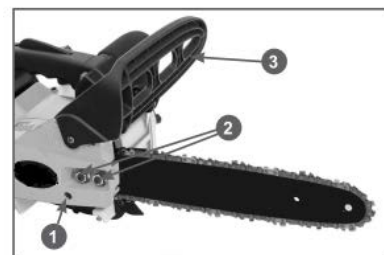

Рис. 2 Установка шины
1. Перед установкой шины и цепи убедитесь в том, что тормоз цепи разблокирован, не тормозит барабан сцепления. Для этого рукоятку тормоза 3 (Рис.2) потяните на себя до щелчка.
2. Открутите гайки 2 и снимите крышку шины (Рис. 2).
3. Прокручивая винт шестерни (1) против часовой стрелки, установите палец натяжения цепи в крайнее левое положение (Рис. 2).